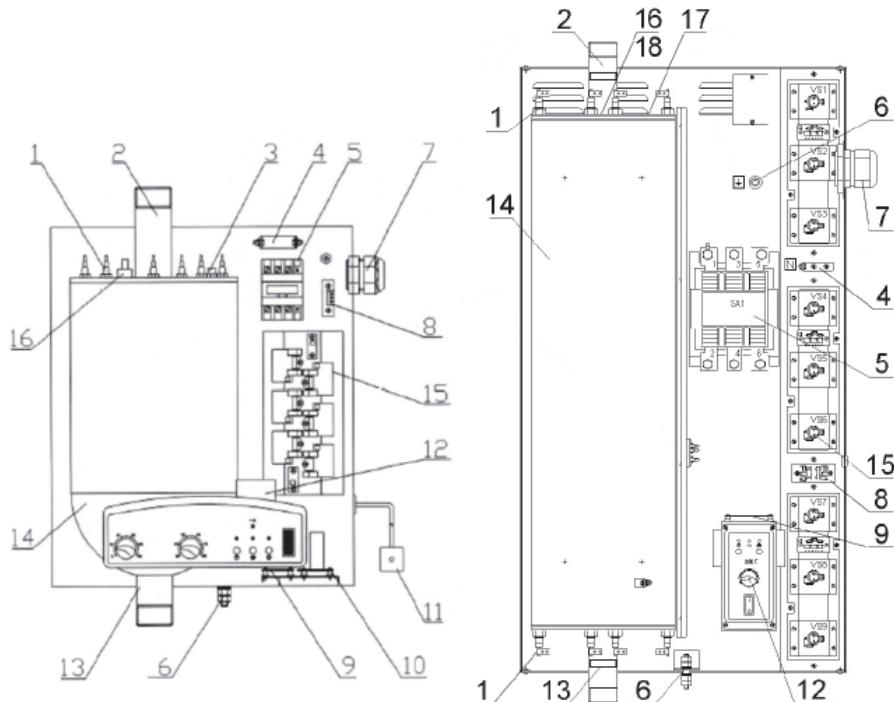

Рис. 1. Устройство электрокотла:
5.1. Отопитель состоит из следующих основных частей: теплообменника (бака), элементов коммутации и электронных блоков (питания, управления коммутацией ТЭНов, измерения температуры теплоносителя и воздуха), (рис. 1).